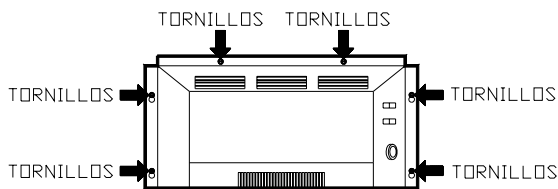

FIGURA 2
13. Inserte los tornillos del ancla de pared a través del soporte de pared y atorníllelos en las anclas de pared. Los tornillos deben extenderse más allá de las anclas de pared. (FIGURA 2)
14. Deslice las anclas de pared juntas e inserte las anclas de pared en los orificios de ½” en la pared. Apriete los tornillos.(FIGURA 2)
2. Quite los dos tornillos de montaje de la parte inferior frontal del conjunto del calentador. (FIGURA 2)
3. Afloje pero no quite los cuatro tornillos de montaje del conjunto del calentador y luces localizados en los lados inferiores de la chimenea eléctrica montada en la pared. (FIGURA 2)